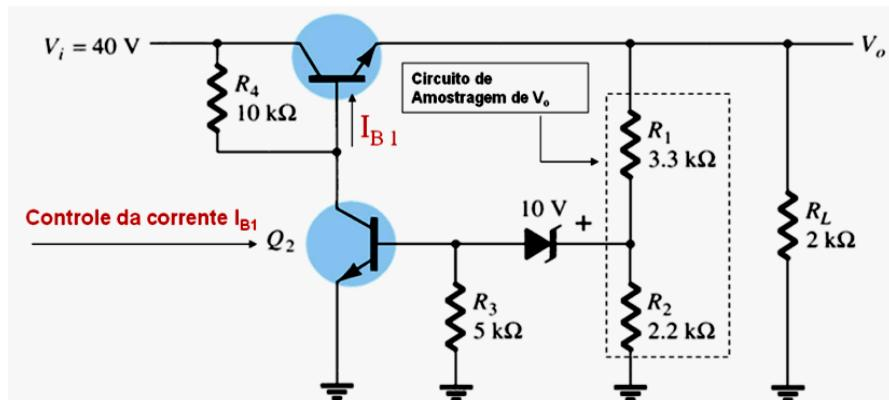

Figura 8 – Regulador tipo série aperfeiçoado.
**Questão 8** – (a) Encontre a tensão de saída do circuito da Figura 8, com os dados fornecidos pelo esquema. Considerar a tensão base-emissor do transistor  $Q_2$  igual a 0,7 V. (b) Qual é a potência dissipada na carga?